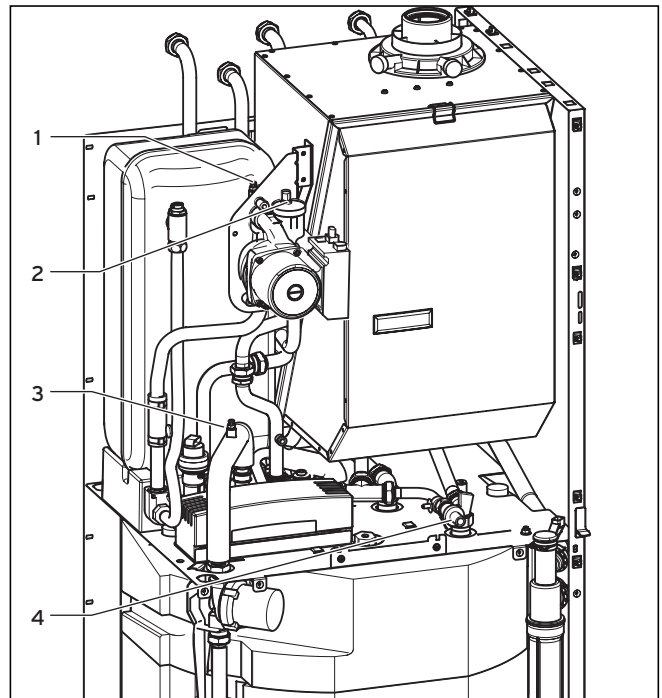

Рис. 8.9 Опорожнение прибора со стороны отопления
- Подсоедините шланг к крану опорожнения накопителя (5), выведите свободный конец шланга к подходящему месту стока и откройте кран.
- Откройте воздушный ниппель (3, рис. 8.9) на трубе между насосом и вторичным теплообменником, чтобы полностью опорожнить прибор.